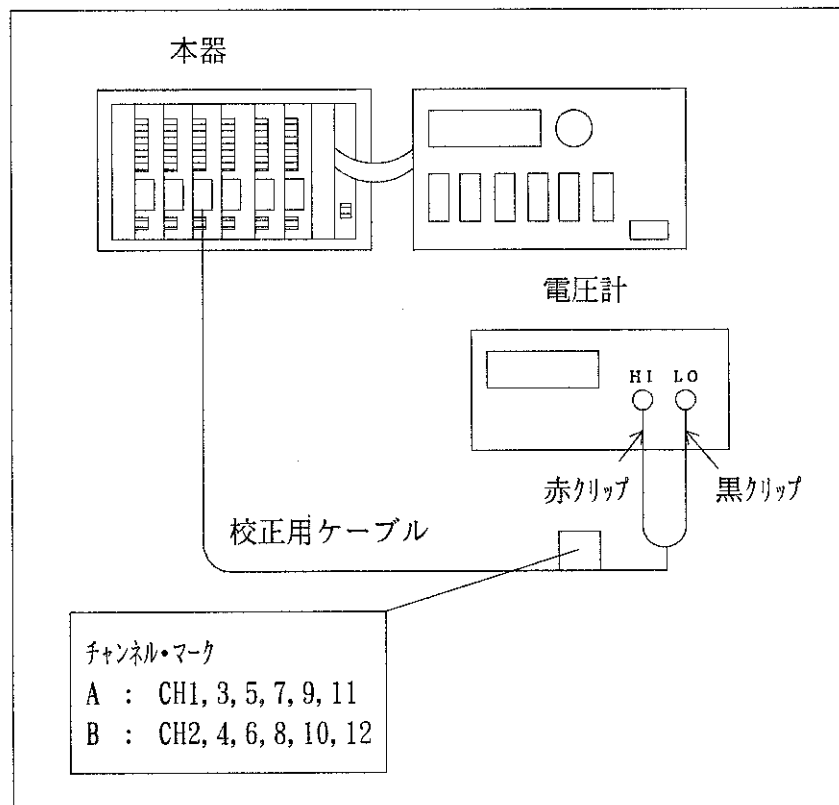
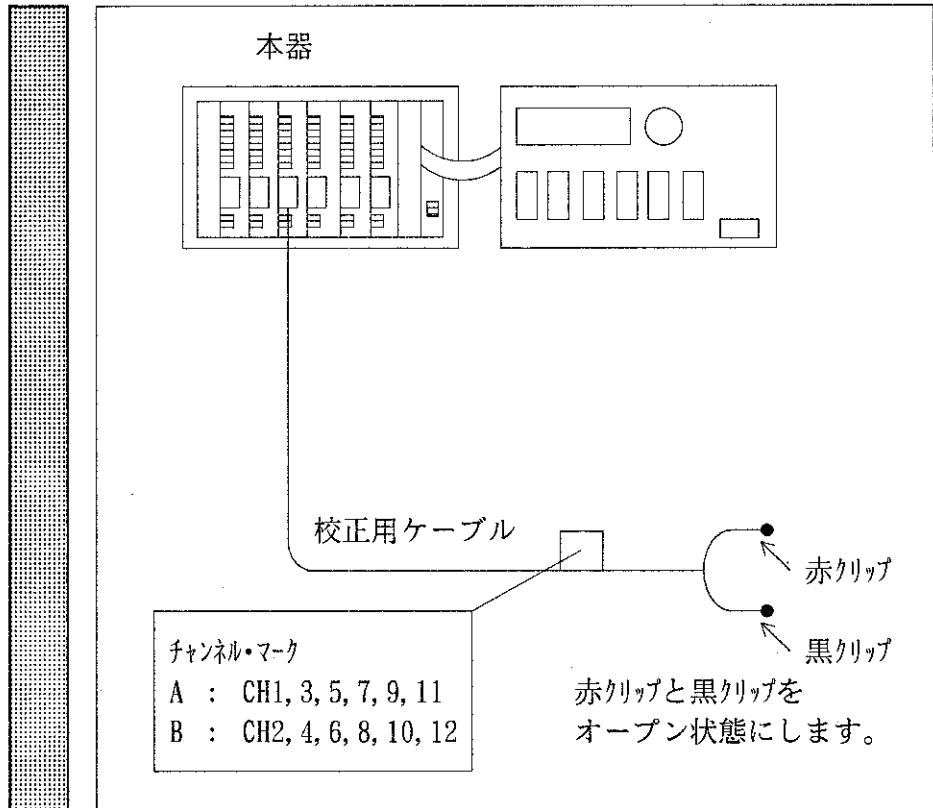

図11-10 電圧発生校正時の接続
図11-11 電圧発生校正時の接続
- 2 校正を実施するチャンネルと標準器を [図11-10] または [図11-11] に示すように接続します。
- 4  スイッチを押して、[図11-11]のように適合電源周波数、
- 1 校正を実施するチャンネルと標準器を [図11-10] または [図11-11] に示すように接続します。
すでに電流測定 of 校正が完了しているときは、[図11-11] に示すように自動校正モードで校正することを薦めます。